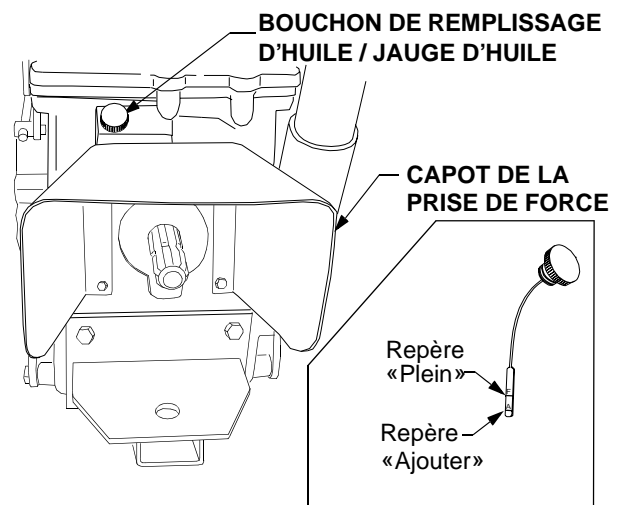
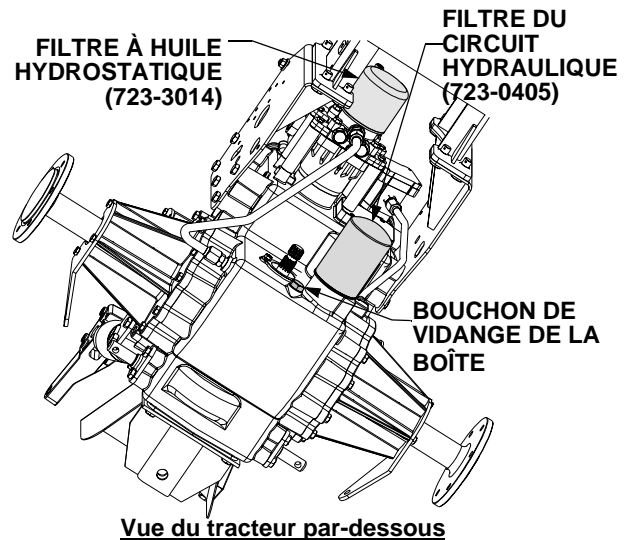

Figure 44
Figure 45
Le bouchon de remplissage d'huile / la jauge d'huile se trouve à l'arrière du tracteur, au-dessus du capot arrière de la prise de force. Voir la Figure 44.
- Nettoyez la surface entourant le bouchon de remplissage d'huile / la jauge d'huile pour empêcher les impuretés de pénétrer dans les carters de boîte. Voir la Figure 44.
- Sortez la jauge d'huile et essuyez-la avec un chiffon, puis réinsérez-la et revissez complètement le bouchon. Redévissez-le ensuite et retirez-le avec la jauge pour lire le niveau. Veillez toujours à ce que le niveau d'huile se maintienne entre le repère «Plein» et le repère «Ajouter» (Voir la Figure 44).
- Nettoyez la surface entourant la vis de vidange de la boîte et le bouchon de remplissage / la jauge, ceci pour empêcher des impuretés de pénétrer dans le carter de boîte. Voir la Figure 44 et Figure 45.
- Retirez le bouchon de remplissage d'huile / la jauge d'huile pour faciliter la pénétration d'air dans la boîte puis laissez l'huile couler dans le récipient. Une fois l'huile entièrement écoulée, revissez la vis de vidange. Voir la Figure 45.
- Nettoyez toute la zone entourant la base du filtre monté contre la boîte hydrostatique, puis dévissez ce filtre en sens inverse des aiguilles d'une montre. Voir la Figure 45.
- Nettoyez la base du filtre du circuit hydraulique puis dévissez le filtre en sens inverse des aiguilles d'une montre. Voir la Figure 45.
- Nettoyez le pourtour des filtres à huile de la boîte hydrostatique et du circuit hydraulique. Voir la Figure 45.
- Placez un récipient PROPRE et adapté sous le filtre de la boîte hydrostatique. Voir la Figure 45.
- Positionnez le récipient de collecte de l'huile sous le filtre du circuit hydraulique. Siehe Figure 45.
- Nettoyez la zone entourant le bouchon de remplissage / la jauge équipant la boîte. Cette précaution empêche les impuretés de pénétrer dans la boîte (Voir la Figure 44). Dévissez ensuite le bouchon.